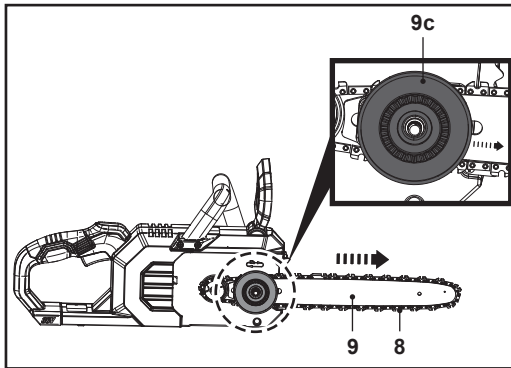

Fig. 5
- Tourner la molette (9c) dans le sens des aiguilles d'une montre pour ajuster le guide-chaîne (9) vers la droite afin de tendre la chaîne (8), puis aligner et placer le couvercle de la tronçonneuse (12) sur le boulon de fixation (6) (Fig. 5, étapes 1, 2).
**AVERTISSEMENT ! LE SENS DES MAILLONS DE LA CHAÎNE DOIT CORRESPONDRE À CELUI INDICÉ PAR LE SYMBOLE ET LA FLÈCHE SUR LE COUVERCLE DE LA TRONÇONNEUSE (12) ! S'ASSURER QUE LE GUIDE-CHAÎNE (9) ET LA CHAÎNE (8) SONT ASSEMBLÉS DANS LE BON SENS, SINON LA CHAÎNE NE PEUT PAS FONCTIONNER.**